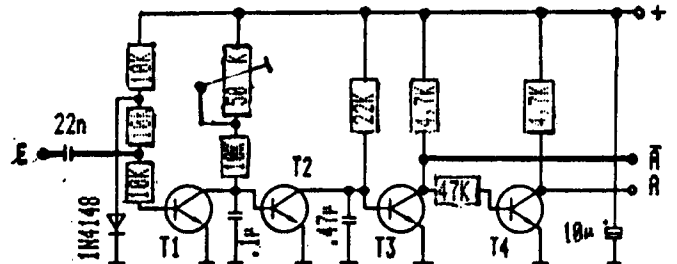

Fig. 7 DEMODULATOR mit invertierten und nichtinvertierten Ausgang (3) (T1 - T4 = BC 238C o. dgl.)
b) DEMODULATOR Fig.7
Fig.7 zeigt einen Frequenzdiskriminator mit 2 komplementären Ausgängen A und A'. Aufbau: zB auf gleiche Lochrasterplatte wie Modulator. Versorgungsspannung: an Rechner anpassen (zB 5 V). Das Signal an E sollte zwischen 100 mV und 1 V liegen (Pegelanpassung).